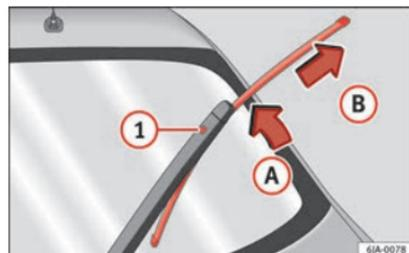

Fig. 70 Escova do limpa-vidros traseiro.
- Remova o braço do limpa para-brisas do vidro, movendo ligeiramente a escova no sentido do braço - seta A » » » Fig. 70.
- Com a outra mão, desbloqueie o mecanismo de segurança ① e retire a escova no sentido da seta B.